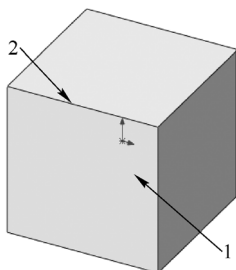
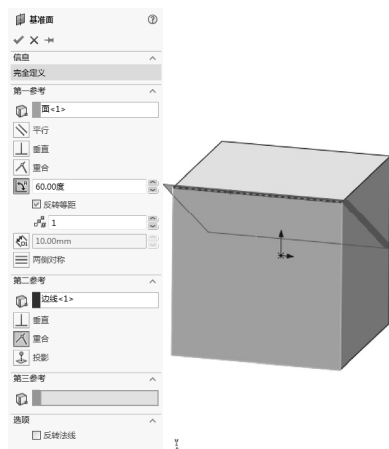

图 4-8 打开的文件实体
图 4-9 “基准面”属性管理器
2) 设置属性管理器。在“第一参考”列表框中，选择图 4-8 所示的面 1。在“第二参考”列表框中，选择图 4-8 所示的边线 2。“基准面”属性管理器设置如图 4-9 所示，夹角为 60°。